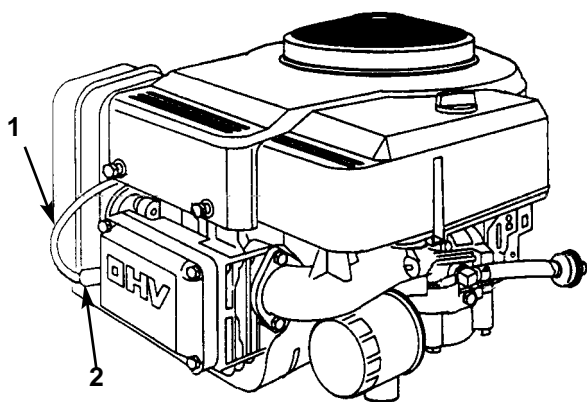

Fig. 23
3. Togliete il cappello dalla candela (Fig. 23) e pulite attorno alla candela per impedire che lo sporco penetri nel motore e lo danneggi.